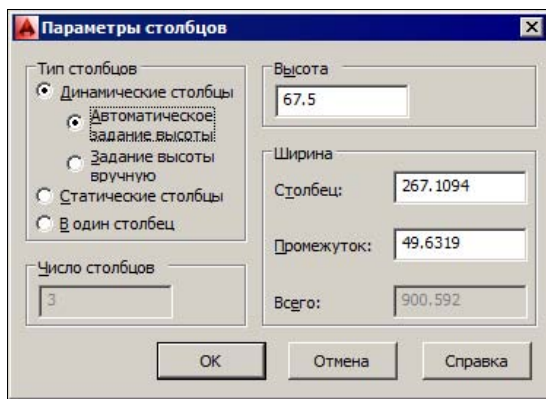

Рис. 3.21. Диалоговое окно Параметры столбцов
- ◆ **Параметры столбцов** (Column Settings) — вызов диалогового окна настройки колонок (рис. 3.21).